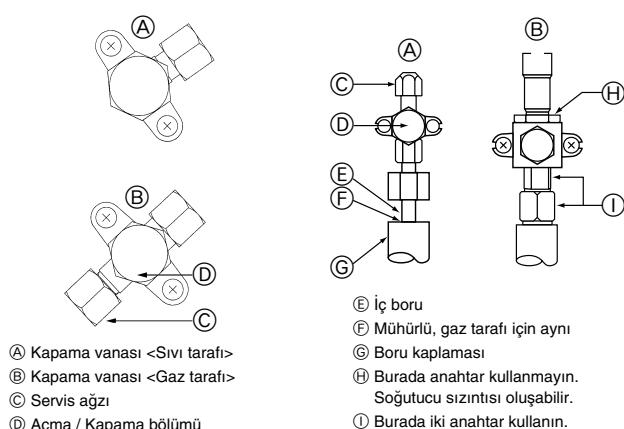

Fig. 4-4
4.4. Soğutucu borusu hava sızdırmazlığı test yöntemi (Fig. 4-4)
- Basınç (2) ve (3) adımda düşerse, gaz kaçığı var demektir. Gaz kaçığının kaynağını araştırın.